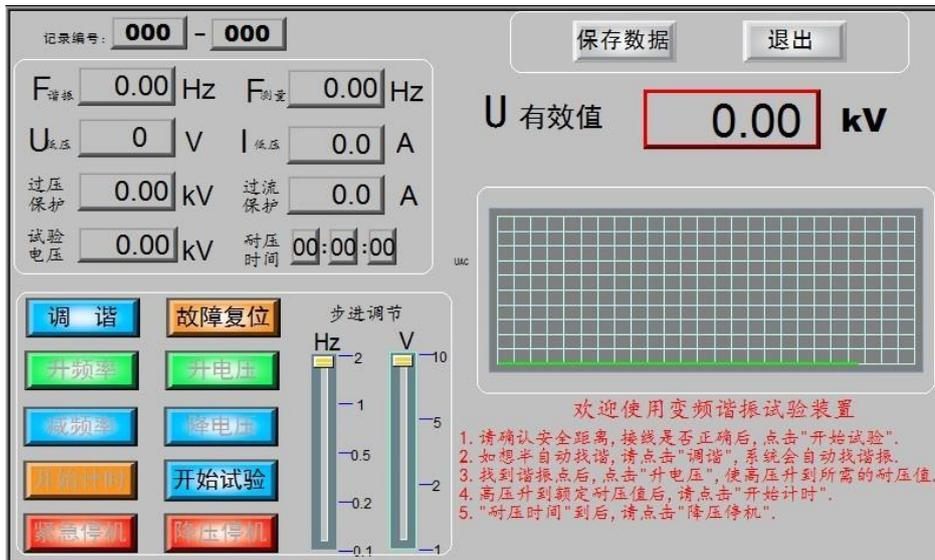

图12
- 手动试验: 当“试验参数”设置完时, 点击“手动试验”, 进入“手动试验”界面, 显示界面如图 12 所示。